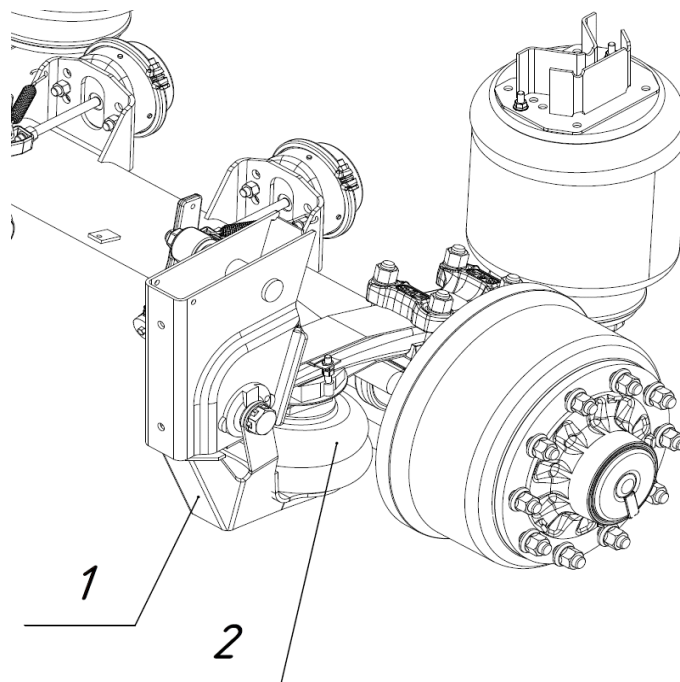

Рис. 2.8 - Механизм подъема оси
Полуприцепы с пневматической подвеской оснащаются функцией подъёма одной оси (для типа 914210 модификация 914210). Полуприцепы с пневматической подвеской оснащаются функцией подъёма двух осей (для типа 914211 модификация 914211) с помощью двустороннего механизма подъёма (рис. 2.8), состоящего из кронштейна (1), пневмоподушки (2) и крепёжных элементов.